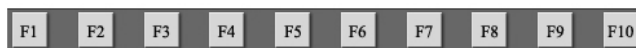

图 1-4 功能软键
⑨机床坐标、剩余进给: 机床坐标: 刀具当前位置在机床坐标系下的坐标; 剩余进给: 当前程序段的终点与实际位置之差。
⑩直径/半径编程、公制/英制编程、每分钟进给/每转进给、倍率修调: 当前编程的模式及主轴、进给和快速修调倍率。
(2) 功能软键。如图 1-4 所示, 用来选择显示屏中对应的菜单, 完成系统功能, 不同菜单层对应的功能不同。